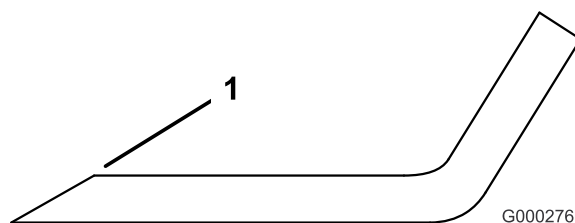

Figure 86
1. Au moyen d'une lime, aiguissez les tranchants aux deux extrémités de la lame (Figure 86) Veillez à conserver l'angle de coupe d'origine. Limez la même quantité de métal sur chacun des deux tranchants pour ne pas déséquilibrer la lame.